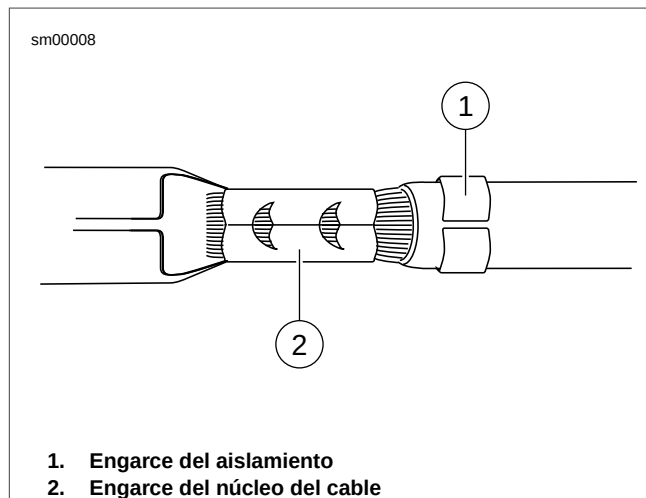

Figura A-7. Conector AMP Multilock: Engarce del terminal
Vea Figura A-7. Inspeccione el engarce del núcleo del cable (2) y el engarce del aislamiento (1). La deformación debe ser mínima.